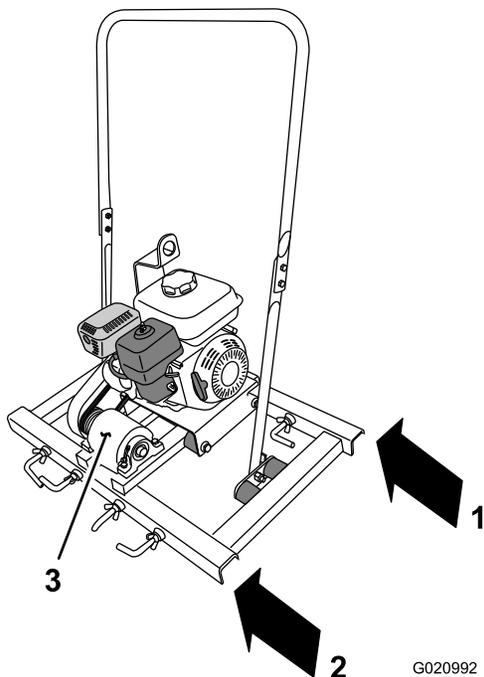
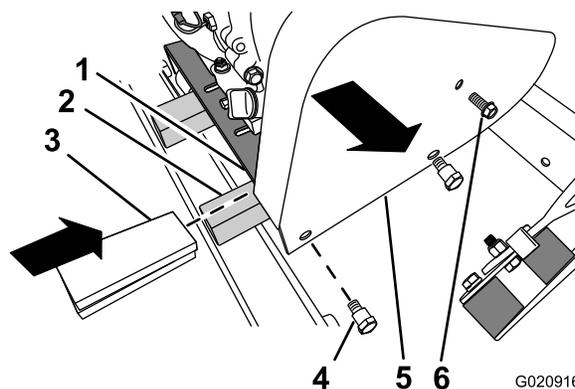
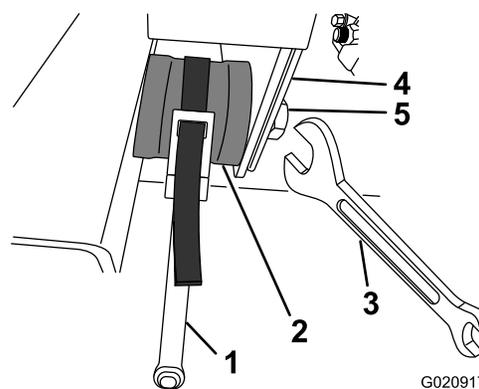

Figure 33
Figure 34
Figure 35
1. À l'arrière de la machine, localisez le profilé transversal droit du cadre (Figure 33 et Figure 34).
2. Insérez une entretoise de 32 à 38 mm (1-1/4 à 1-1/2 po) entre le profilé transversal droit et le plancher moteur (Figure 34).
3. Retirez le boulon (1/4 po) du protège-courroie (Figure 34).
4. Retirez les 2 boulons à épaulement (3/8 po) du protège-courroie puis déposez ce dernier (Figure 34).
**Remarque:** À l'aide d'une clé à sangle, empêchez l'isolateur de tourner pendant le retrait du boulon (3/8 po) (Figure 35).
3. Alignez le trou (1/4 po) du protège-courroie sur le trou dans le support du protège-courroie (Figure 34 et Figure 36).
4. Vissez le boulon (1/4 po) dans le protège-courroie et son support (Figure 34 et Figure 36).
5. Placez les trous (3/8 po) du protège-courroie en face des filetages dans les isolateurs (Figure 34 et Figure 35).
6. Fixez le protège-courroie sur les isolateurs avec les 2 boulons à épaulement (3/8 po) (Figure 34).
**Remarque:** À l'aide d'une clé à sangle, empêchez l'isolateur de tourner pendant le serrage du boulon (3/8 po) (Figure 35).
8. Déposez les entretoises situées entre le profilé transversal droit et le plancher moteur (Figure 34).